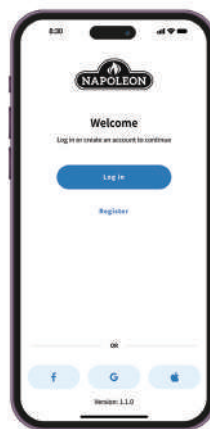

Fig. 1
1. Registrera ett konto med **Napoleon Home App** ELLER logga in med ditt Facebook-, Google- eller Apple-kontoinformation. (Fig 1)